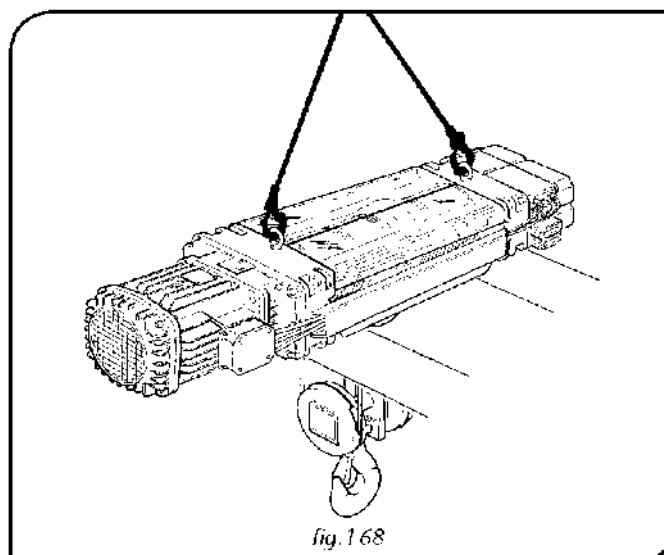

fig. 168
- Włóż zawiesz dwucięgnowe wkładając jego końce do śrub oczkowych (rys. 168) wciągarki.